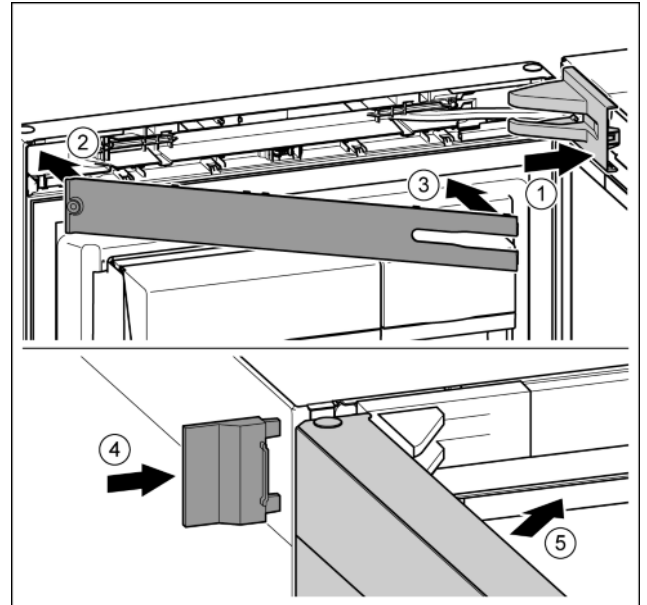

Fig. 50
- ▶ Lagerbockabdeckung aufsetzen und einrasten, ggf. vorsichtig auseinanderdrücken. Fig. 50 (1)
- ▶ Blende aufsetzen. Fig. 50 (2)
- ▶ Blende einschwenken und einrasten. Fig. 50 (3)
- ▶ Äußere Abdeckung aufschieben. Fig. 50 (4)
- ▶ Obere Tür schließen. Fig. 50 (5)